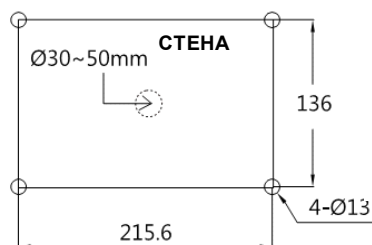

РИС. 11
1. При настенном монтаже камеры подготовьте четыре отверстия диаметром 13 мм и глубиной 37 мм и установите четыре анкерных болта в подготовленные отверстия (Рисунок 11).